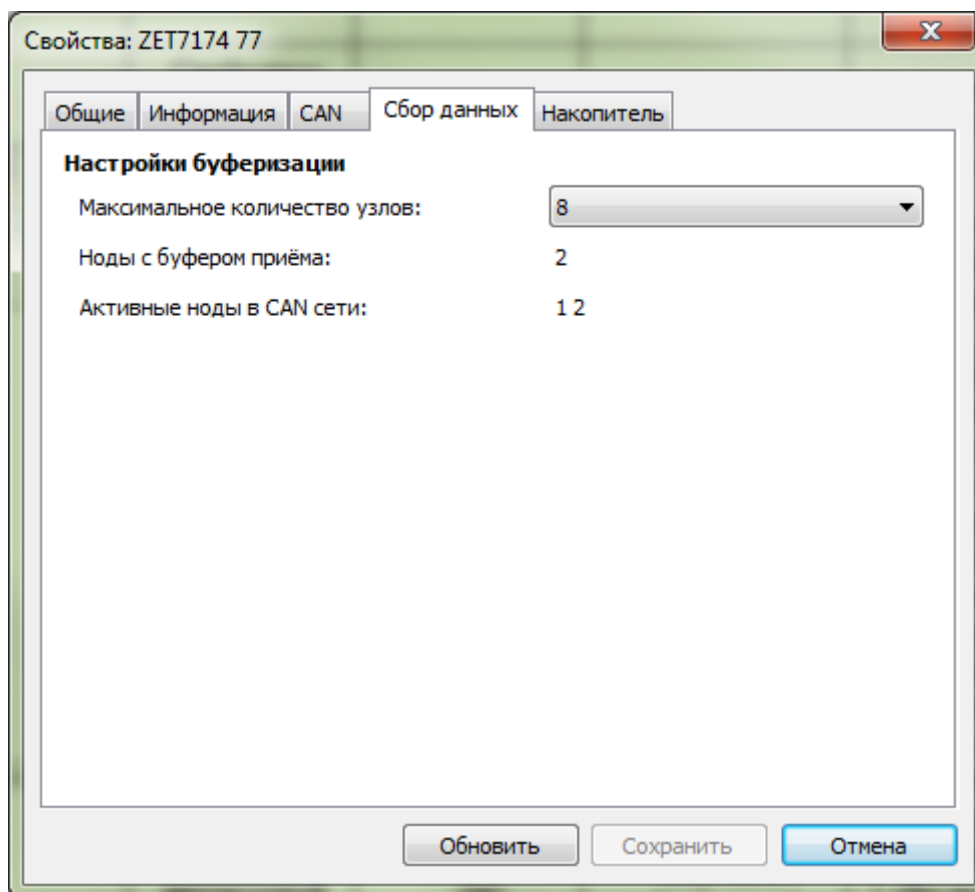

Рис. 2.2 Вкладка «Сбор данных»
- во вкладке «Сбор данных» в поле «Максимальное количество узлов» следует установить максимальное количество цифровых датчиков ZET 7140-E, которые будут подключаться к преобразователю интерфейса (Рис. 2.2).